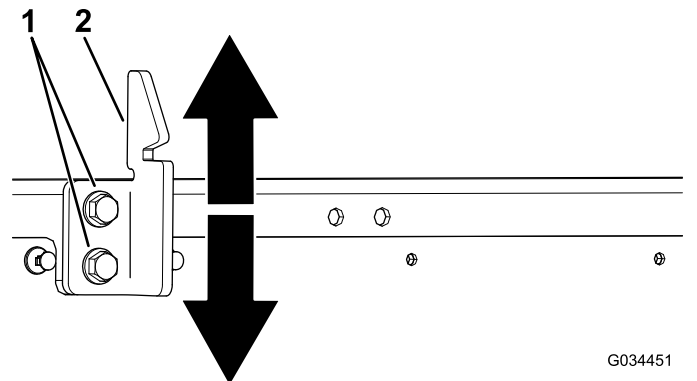

Bild 64
3. Lösen Sie die zwei Schrauben am Schlagbolzen des Ladepritschenriegels und bewegen Sie den Schlagbolzen nach oben oder unten, je nach dem, ob der Schlagbolzen zu hoch oder zu niedrig ist (Bild 64).
4. Ziehen Sie die zwei Schrauben am Schlagbolzen des Ladepritschenriegels an (Bild 64).